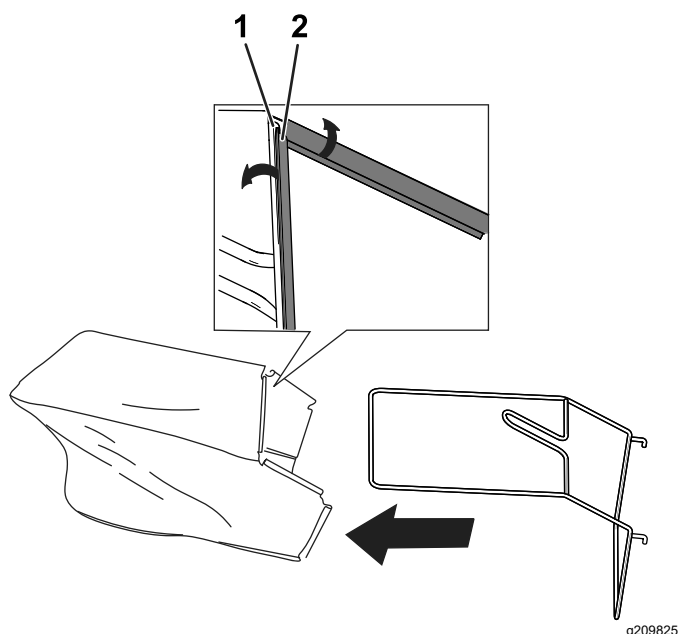

Figura 8
1. Deslize a estrutura do saco de relva para o saco de relva (Figura 8).
2. Coloque os seis cliques do saco de relva na estrutura do saco de relva (Figura 8).